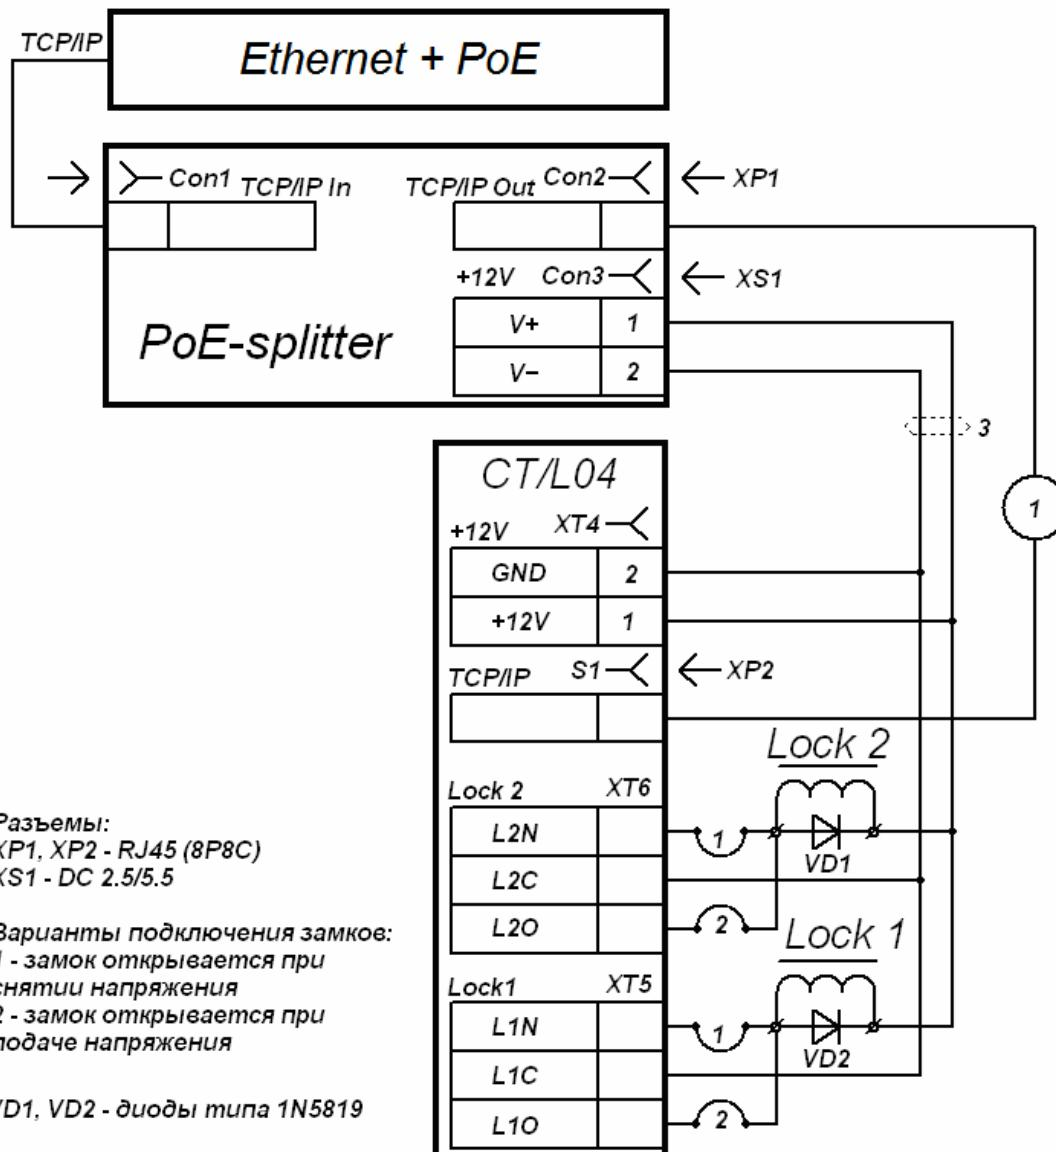

Рисунок 14. Схема подключения контроллера в вариантах конфигурации «Контроллер управления дверьми» (Lock 1, Lock 2 – замки).
При подключении замков установка диодов искрозащиты **VD1**, **VD2** (см. рис. 14), типа 1N5819 – **ОБЯЗАТЕЛЬНА!** Использование супрессоров вместо диодов искрозащиты – **ЗАПРЕЩЕНО!** Рекомендуется использовать только электромеханические замки.
3. Подключите цепи питания контроллера и управляемого им ИУ к разъему **Con3** сплиттера. Схемы подключения приведены на рис. 14, 15 (штекер для подключения к разъему входит в комплект поставки сплиттера).